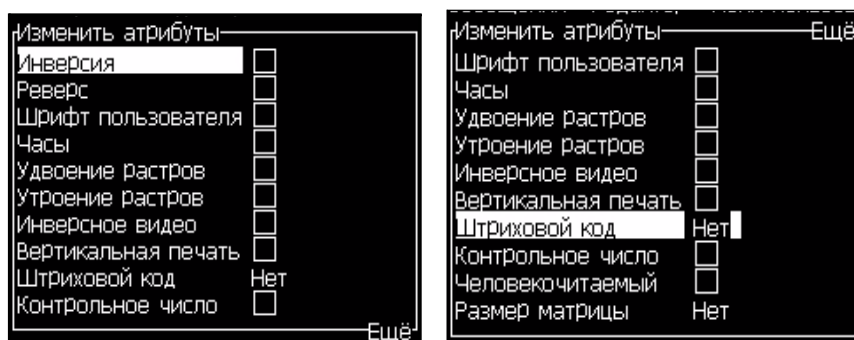

Рисунок 5-40: Меню "Editor Attributes" (редактор атрибутов)
- 1 Выберите функцию “In-line Attributes” (атрибуты на одной строке) из меню “Editor” (редактор) (нажмите кнопки “ALT” + “E”). Появится меню *Editor Attribute* (редактор атрибутов) (смотрите Рисунок 5-40 на странице 5-53).